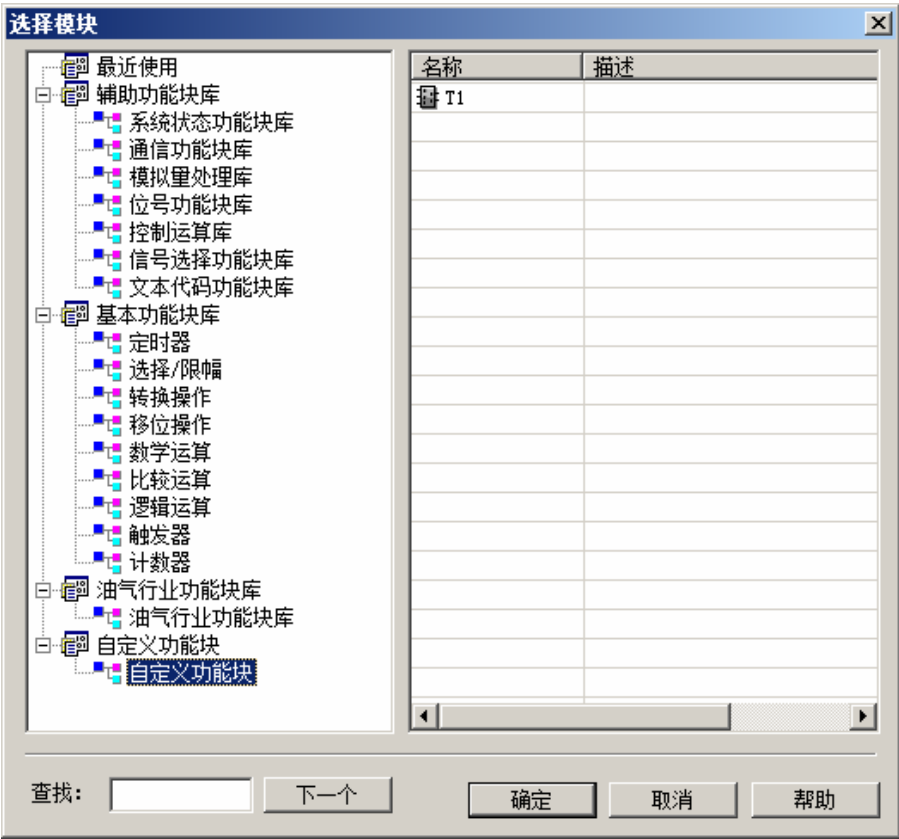

图 7-4 自定义功能块库
5. 添加的自定义功能块更新以后会自动添加到自定义功能块库中，如图 7-4所示，可被其它程序调用。